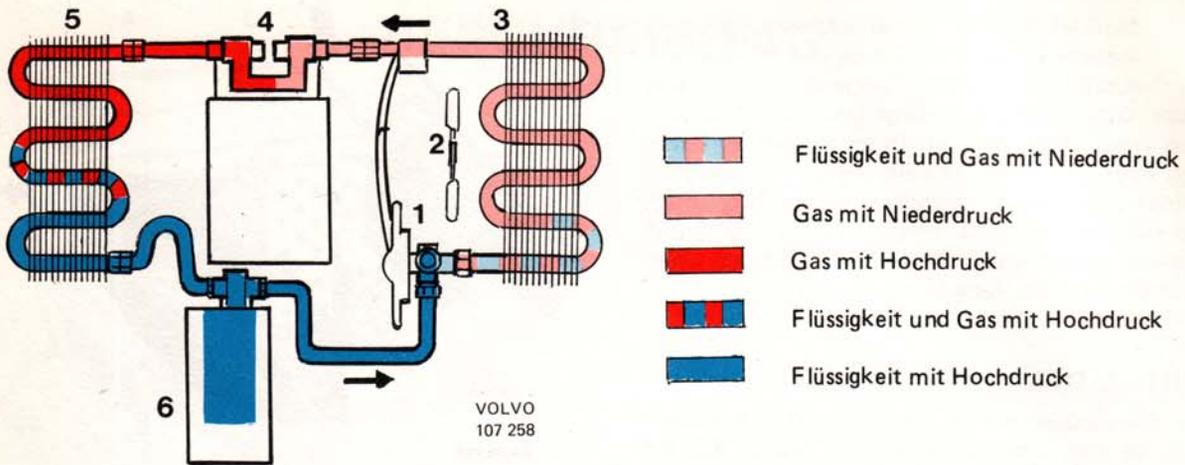

Abb. 6 Kältemittelkreislauf in der Klimaanlage
flüssigem Zustand wechselt. Um sich die Vorgänge während des Kühlprozesses klarzumachen, beginnt man am besten beim thermischen Expansionsventil, gewöhnlich TEV genannt (1, Abb. 6). Vor dem TEV befindet sich das Kältemittel im flüssigen Zustand und unter hohem Druck. Wenn das Kältemittel sich im Verdampfer ausdehnt, sinkt dessen Temperatur schlagartig. Ein Teil der Menge verbleibt flüssig, ein Teil geht in gasförmigen Zustand über. Da der Kochpunkt des Kältemittels bei normalem Luftdruck bei  $-32^{\circ}\text{C}$  liegt, beginnt es zu kochen und verdampft in der Rohrschlinge (3) des Verdampfers, wobei es der vom Gebläsemotor (2) vorbeigedrückten Warmluft Wärme entzieht. Nach diesem Wärmeentzug empfindet man die Luft als kühler. Es ist diese abgekühlte Luft, die durch Luftdüsen an verschiedenen Stellen in den Fahrgastraum eingeblasen wird. In der Rohrschlinge des Verdampfers hat die latente Wärme das Kältemittel ganz in gasförmigen Zustand verwandelt, und zwar ohne Temperaturveränderung. Bis das Kältemittel die Rohrschlinge des Klimators verlassen hat, absorbiert es jedoch weiterhin Wärme, wodurch die Temperatur des Gases ansteigt. Aus dem Verdampfer wird das gasförmige Kältemittel in den Kompressor (4) gesaugt, wo es bei zunehmender Eigentemperatur verdichtet wird. Das heiße Kältemittel wird anschließend weiter in das Rohrsystem des Kondensators (5) gedrückt. Dessen mit Kühlrippen umgebene Rohrwindungen werden von Luft umspült, unterstützt durch den Lüfter des Fahrzeugmotors. Da Wärme stets von einem warmen auf einen kalten Gegenstand übergeht, verliert das heiße Kältemittel einen Teil seiner Eigenwärme an die Kühlluft. Infolge des Wärmeverlustes beginnt das Kältemittel sich zu verdichten und wechselt in flüssigen Zustand über.